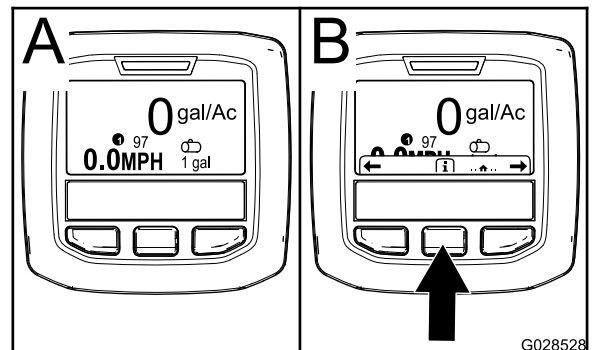

図 50
2. およそ 15 秒後に、ホーム画面に切り替わる。中央のボタンを押すと最初の案内画面になる(図 50)。